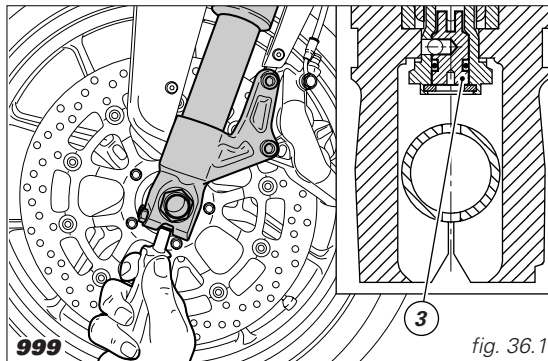

fig. 36.1
- 3) pour modifier l'action hydraulique d'amortissement en compression (fig. 36.1 - 36.2).
Pour intervenir sur la vis (3, fig. 36.1 - 36.2), introduisez un tournevis à l'intérieur du trou traversant sur l'axe de roue en correspondance avec l'axe du tube de fourche. En tournant les vis (1 et 3) de réglage, on entend des déclics : chacun correspond à une position d'amortissement. En serrant complètement la vis en butée, on obtient la position "0", correspondant à l'effet d'amortissement maximum. A partir de cette position, en tournant dans le sens inverse des aiguilles d'une montre, on peut compter les différents déclics qui correspondront aux positions "1" et "2", etc.